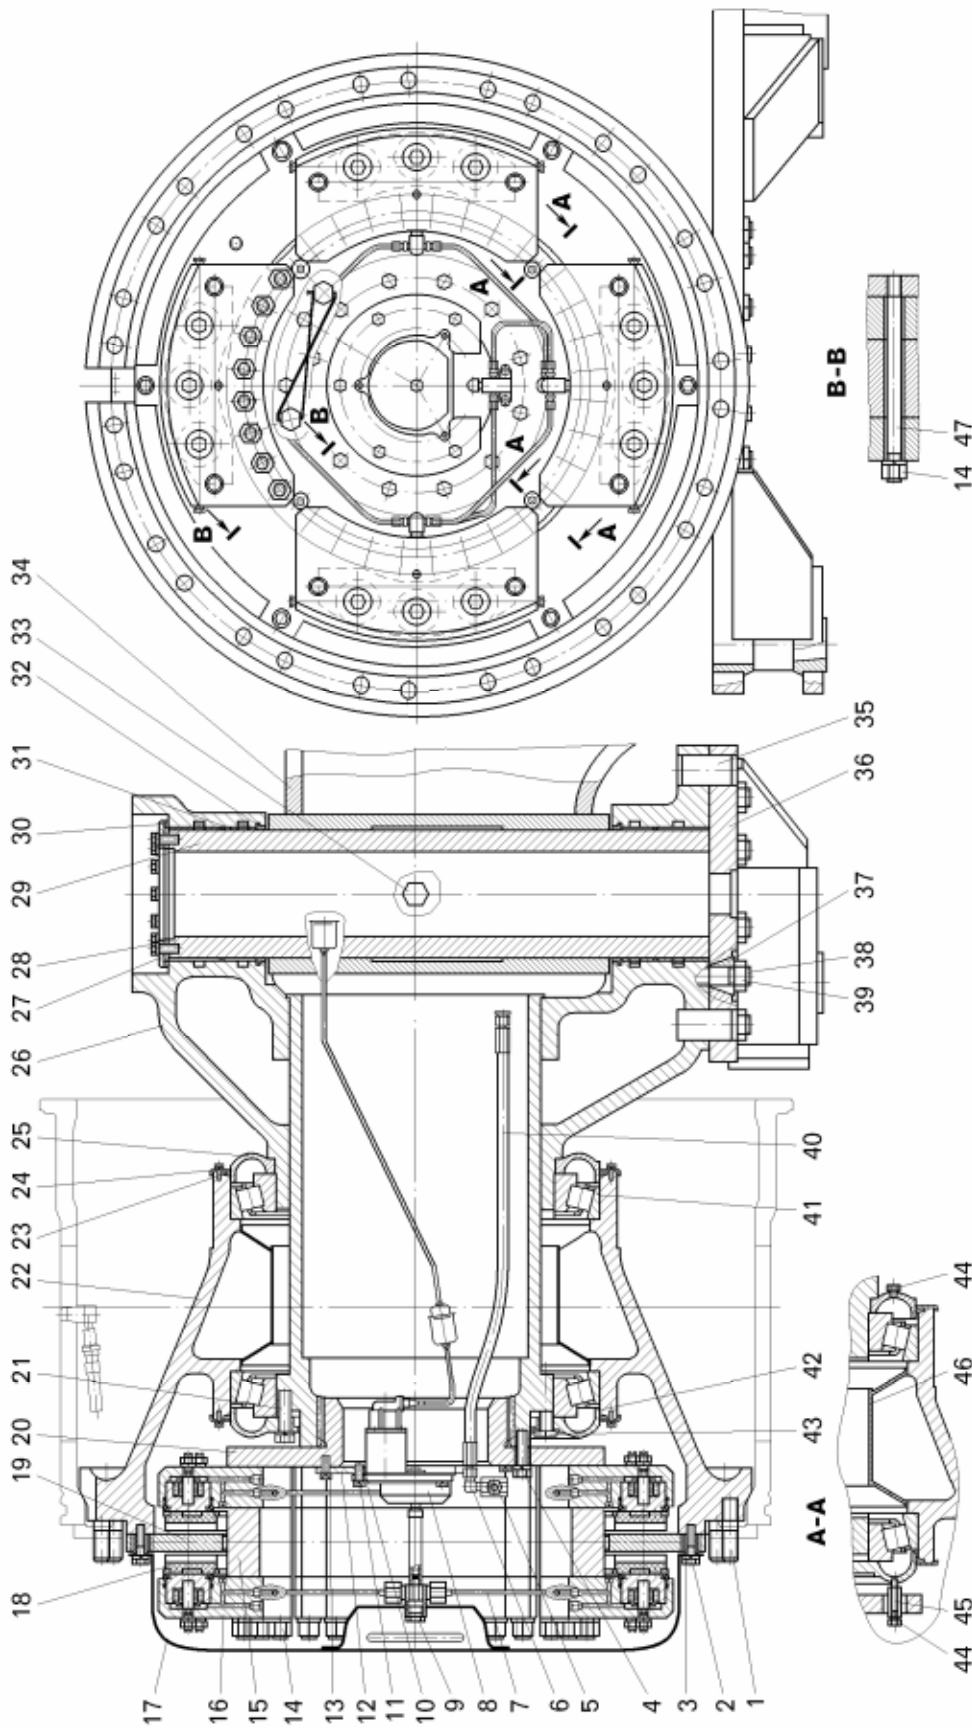

Рисунок 8.2.1 -- Передняя ось:
Поворотный кулак 26 (рисунок 8.2.1) соединен с балкой 34 шкворнем 29, который закреплен в проушине балки неподвижно с помощью стопорного болта 33. Поворотный кулак поворачивается на шкворне на четырех втулках 31, установленных в верхнюю и нижнюю проушины кулака. К нижней части поворотного кулака прикреплен шпильками рычаг рулевой трапеции. Ступица переднего колеса 22 установлена на цапфе поворотного кулака на двух роликовых конических подшипниках.
- установить переднюю ось на специальный стенд для разборки и закрепить; - отвернуть болты 2 (смотри рисунок 8.2.1) и снять защитный диск 17;
- отвернуть гайки 39 (смотри рисунок 8.2.1) крепления рычагов 36 рулевой трапеции к поворотным кулакам. Затем извлечь разжимные втулки 37 и снять рычаги рулевой трапеции;
При разборке ступицы 22 (смотри рисунок 8.2.1) переднего колеса для выпрессовки наружных колец подшипников 41 применить приспособление, изображенное на рисунке 8.2.4.
При разборке поворотного кулака 26 (смотри рисунок 8.2.1) для выпрессовки внутреннего кольца внутреннего подшипника 41 и внутренней крышки 25 передней ступицы применять приспособление, изображенное на рисунке 8.2.5.
- напрессовать внутреннюю крышку 25 (смотри рисунок 8.2.1) передней ступицы на цапфу поворотного кулака 26 до упора ее в торец поворотного кулака (щуп 0,05 мм не должен проходить между торцом поворотного кулака и торцом крышки);
- установить наружную крышку 42 (смотри рисунок 8.2.1) на цапфу поворотного кулака, предварительно заполнив полость крышки смазкой Литол-24, совместить отверстия и закрепить крышку болтами 21 и ввернуть регулировочные болты 43;